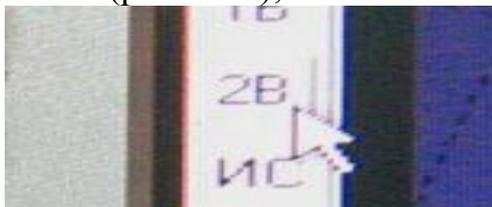

Рис. 6.44. Кнопка «2В» левой панели инструментов
- с помощью маркера нажмите кнопку «2В» (второй ввод), размещенную на левой панели инструментов (рис. 6.44);